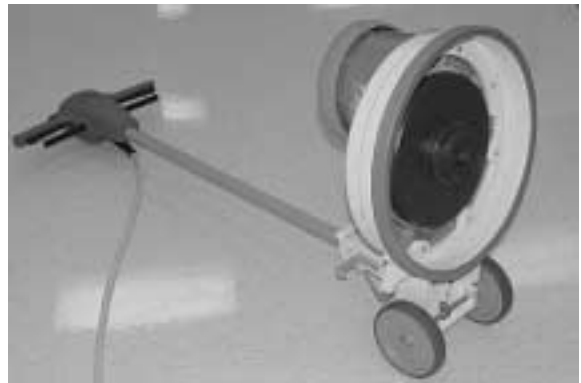

BILD. 5
1. Dra i spaken för höjdreglaget så att den är i översta läge. Luta maskinen försiktigt bakåt och låt spaken stödas på golvet (bild 5).